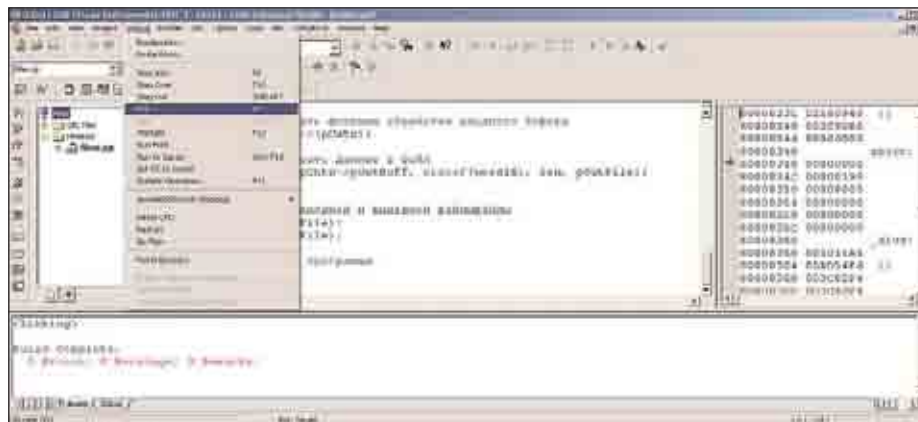

Рис. 23. Запуск программы на выполнение
- *первый* — через главное меню CCS: выбрать пункт *Debug*, затем — *Run* (рис. 23);